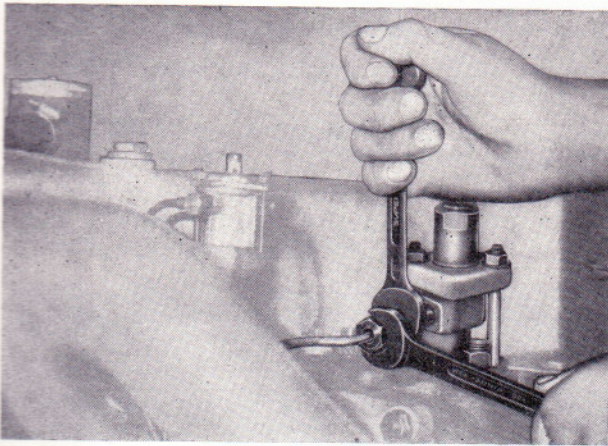
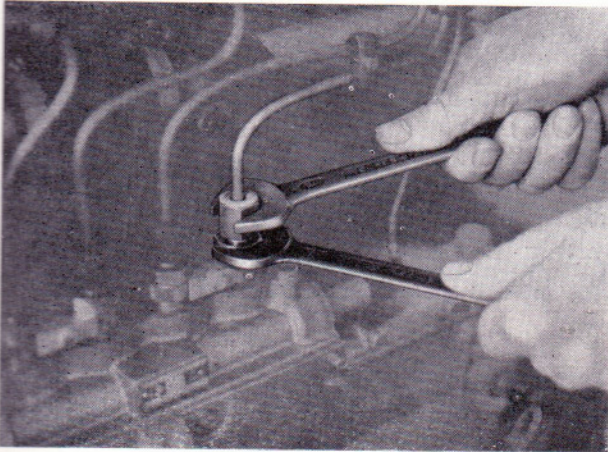

Bild 33
Bild 34
- Überwurfmuttern der Einspritzdruckleitungen an den Einspritzventilen (Bild 33) und an der Einspritzpumpe (Bild 34) lösen.